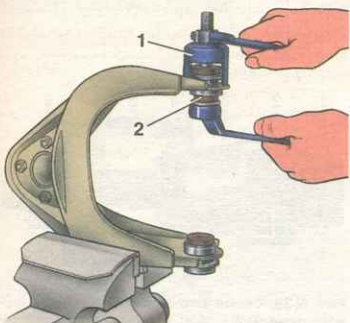

Рис. 5.21. Выпрессовка шарниров верхнего рычага: 1 — приспособление А.47046; 2 — шарнир
Верхний рычаг. Для выпрессовки шарниров установите приспособление А.47046 (рис. 5.21) на рычаге так, чтобы головка винта приспособления была направлена внутрь. Завертывая винт приспособления выпрессуйте шарнир 2.
**Замену резинометаллических шарниров верхних рычагов** подвески производите с помощью приспособления А.47046 таким же способом, как и на снятых рычагах (см. рис. 5.21 и 5.22), в следующем порядке: